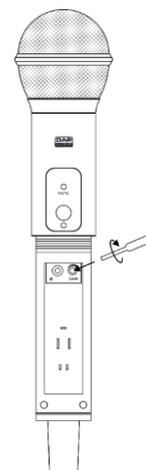

Abb. 09
- 02) Stellen Sie mit dem mitgelieferten **Plastik-Schraubendreher (43)** die Eingangsempfindlichkeit des Transmitters ein (Abb. 09).